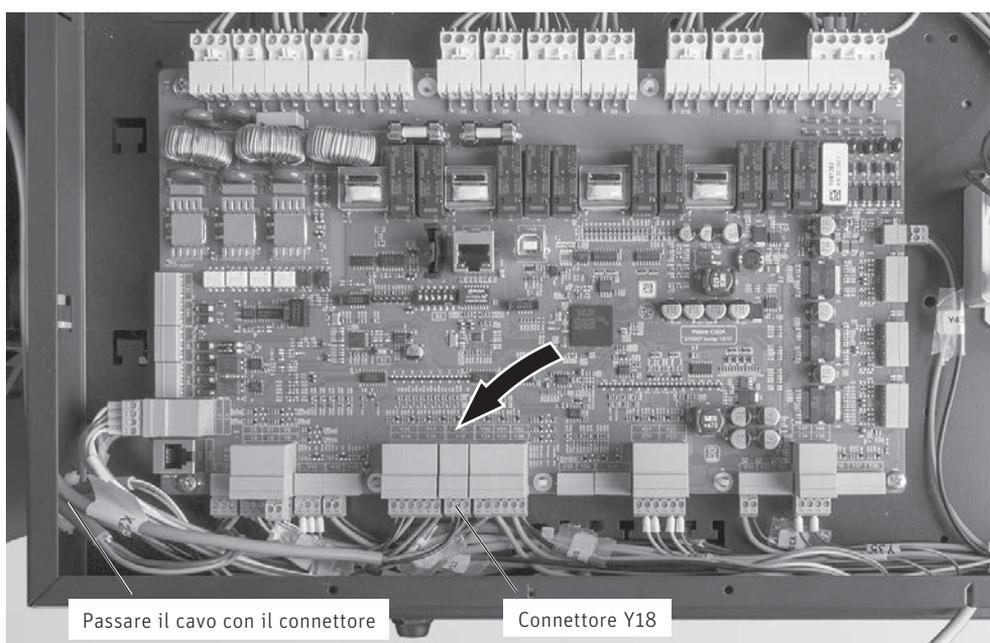

Fig. 54 Inserire l'interruttore di prossimità (connettore Y18)
- ▶ Portare il cavo dell'interruttore di prossimità superiore della stiva con il connettore al quadro di comando e inserirlo nel connettore Y18 – Fig. 54.